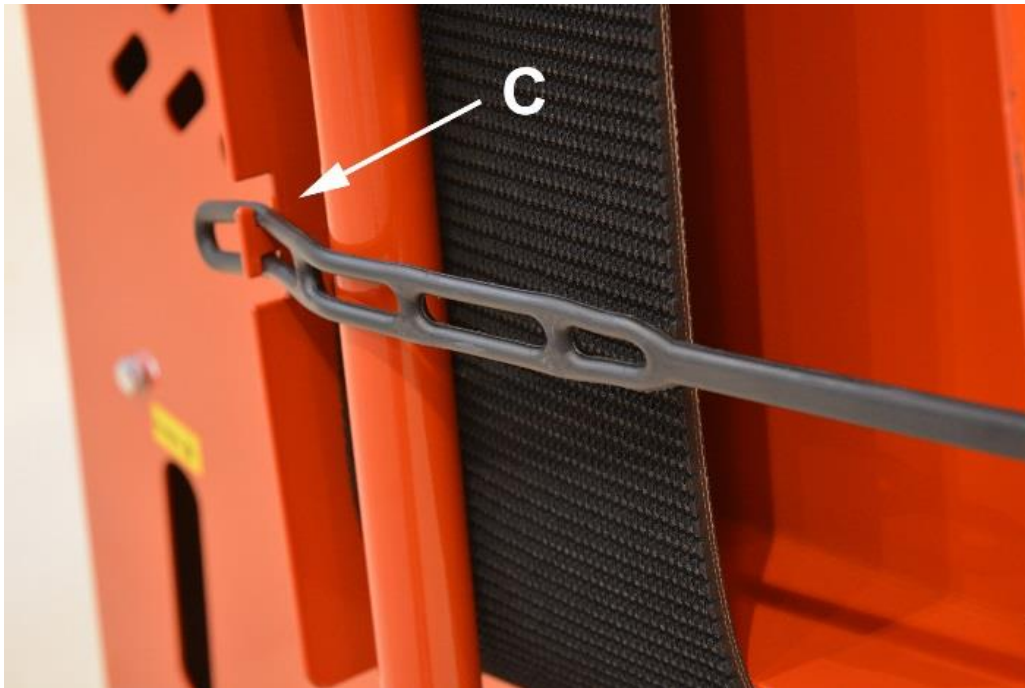
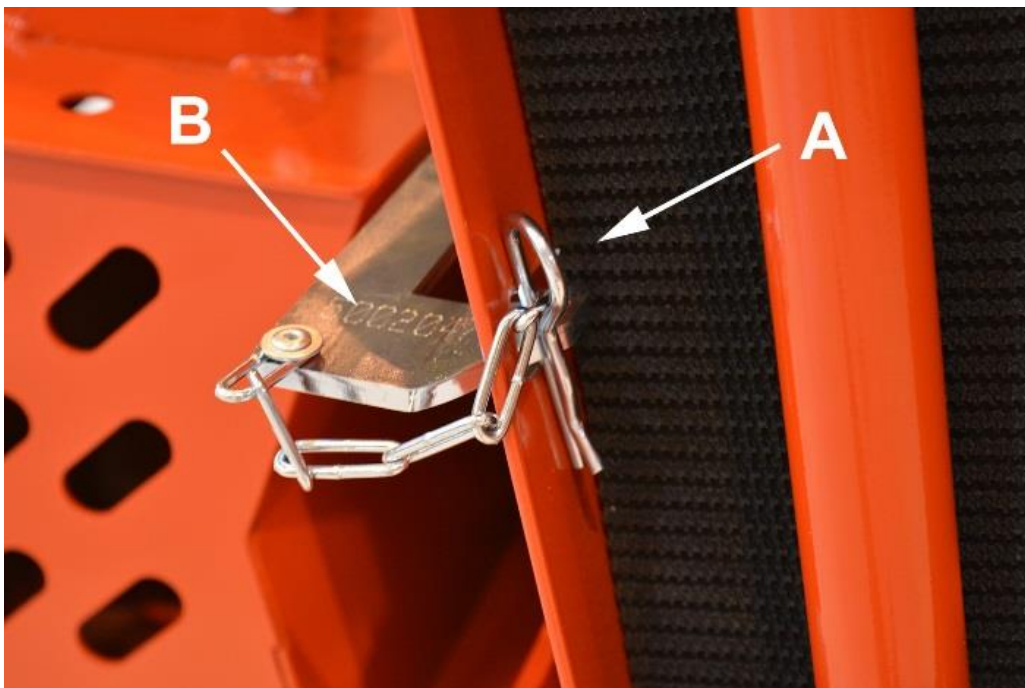

Bild 2.
Bild 3.
2. Ta bort den ena ändan av hållare C från dess fästögla (bild 2).
3. Frigör låset genom att avlägsna sprint A på bild 3 och genom att vända låsspärr B på bild 3 ur sitt spår.
När du ställer inmatningstransportören i transportläge, lyft upp transportören till det övre läget, vänd låsspärr B på bild 3 in i sitt spår och ställ sprint A på bild 3 på plats, såsom visas på bild 3. Bind fast stödbenet med hållare C, som på bild 2.